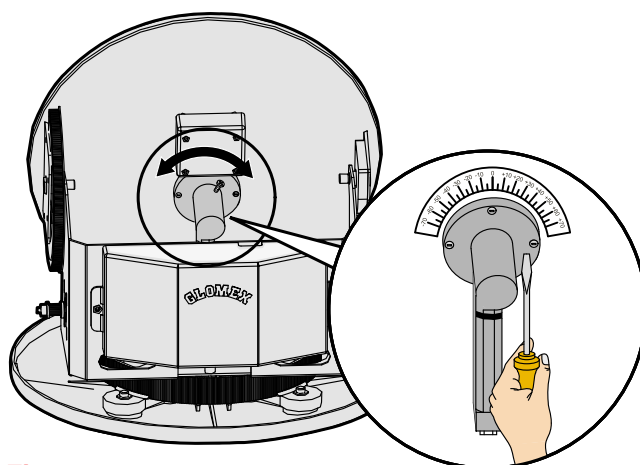

Fig. 24
- allentare le 4 viti che tengono bloccato l'LNB al disco (vedi Fig. 24) e muovere manualmente lo stesso cercando come riferimento per la giusta calibrazione il parametro di signal quality del ricevitore digitale che si sta usando (vedi manuale del ricevitore stesso). La calibrazione non deve essere modificata se la barca rimane nella stessa zona e riceve lo stesso satellite.